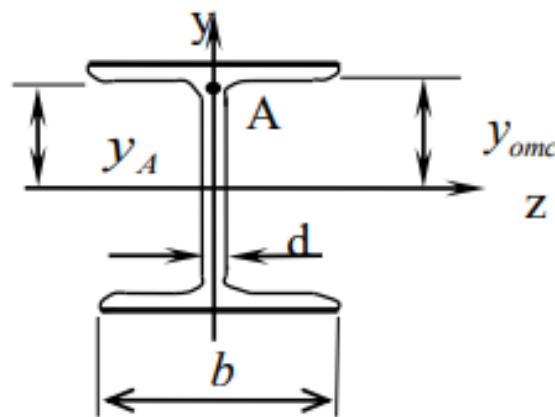

Рис. 5.3
5) Определим в опасном сечении балки напряжения в уровне примыкания полки и стенки (рис.5.3), и проверим прочность материала по энергетической теории прочности: